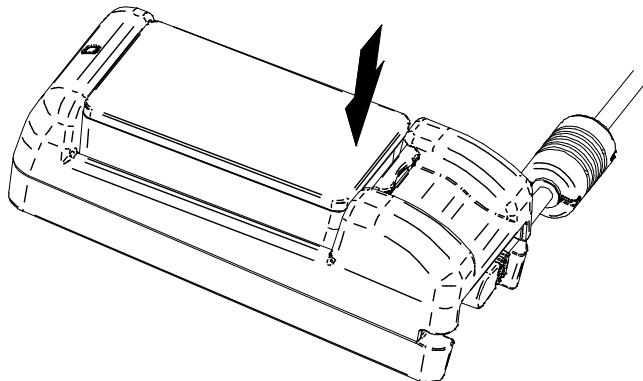

図 17-6 バッテリパックの充電器への取り付け (2)
- ② 図 17-6の矢印の方向に、バッテリパックのツメb部が充電器の溝B部にロックされるまでバッテリパックを押し込んでください。